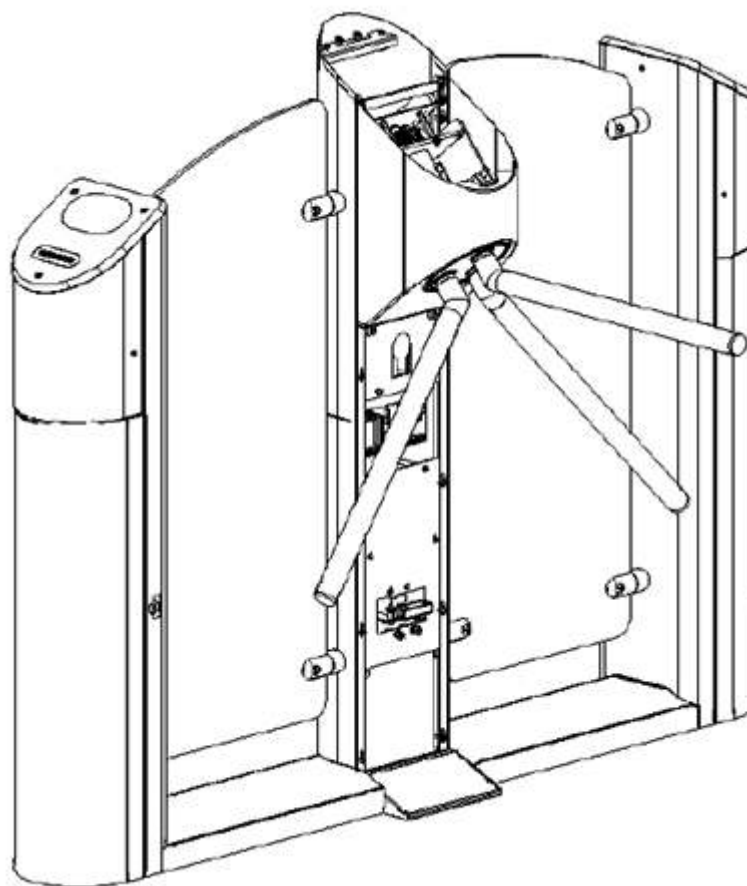

Рисунок 15 – Демонтаж дверцы стойки (стойка без дверцы)
3.5.3 Рисунок 15 – открыть замок и снять дверцу стойки.